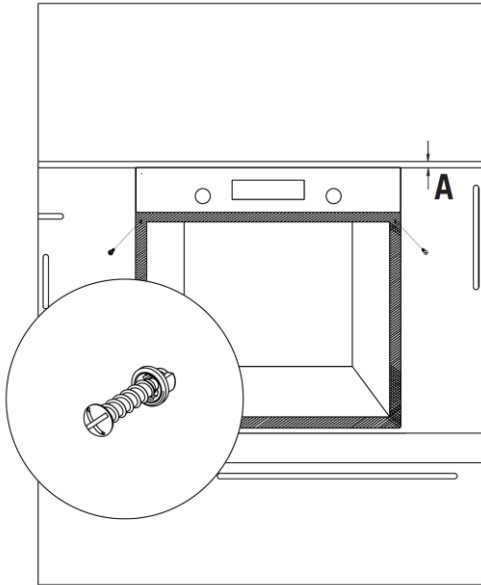

Figura 5
Después de montar el horno, el espacio entre la parte superior del frontal del horno e inferior de la encimera se indica en la **Figura 5** con la letra "A". Este espacio es para la refrigeración y no se debe tapan o cubrir.
- Para fijar el horno al mueble utilice los tornillos suministrados. Los tornillos deben colocarse tal y como se indica en la **Figura 5**, pasándolos a través de los soportes de plástico fijados en el marco del horno. No apriete los tornillos en exceso ya que podría dañar los soportes de plástico.